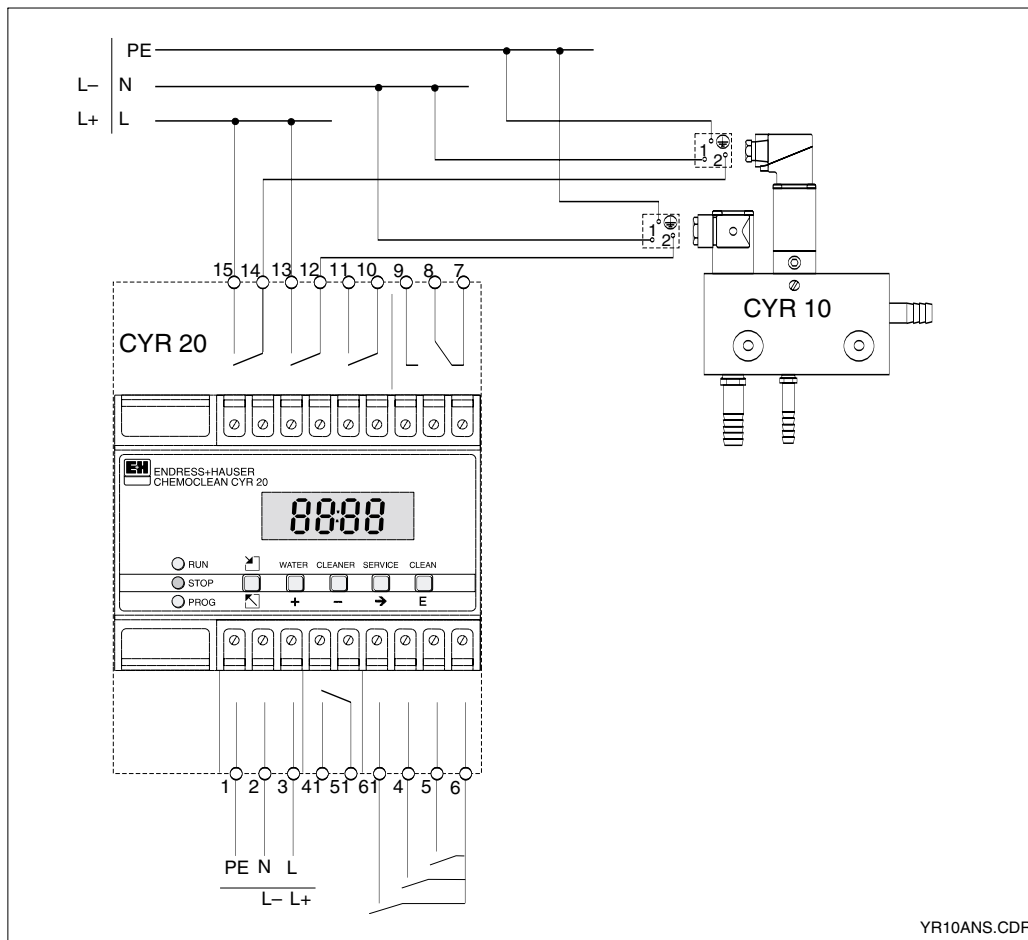

Bild 3.12 Anschlussplan CYR 10
- Klemmenanschluss am Programmgeber wie in Bild 3.12 vornehmen.